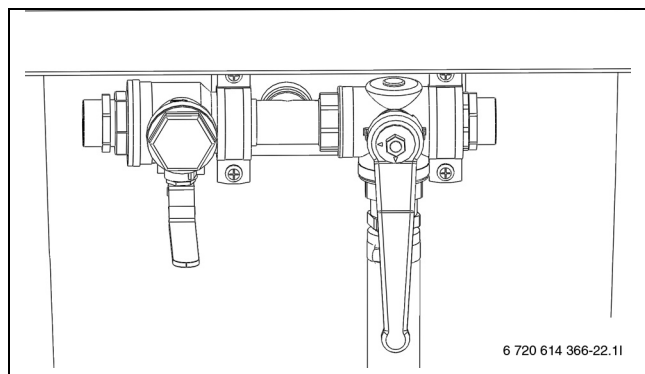

Fig. 15 Station de remplissage en position de mélange
- Placer les vannes de la station de remplissage en position de mélange (→ fig. 15).